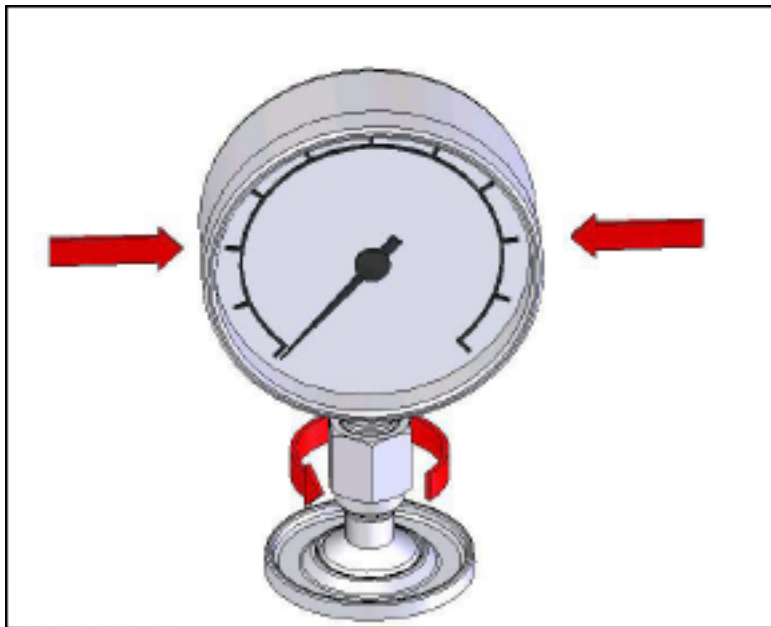

图 12. 拧紧仪表
4. 牢牢握住仪器，同时逆-时针方向转动仪表适配器，直至其向下移到 O 型环上，参见图 12。